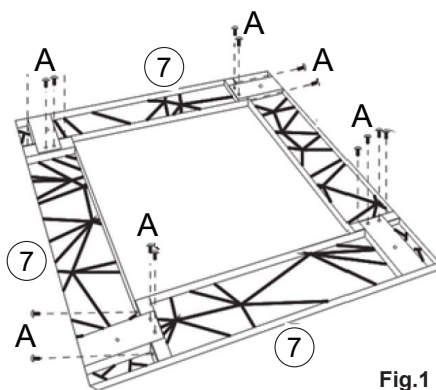

Fig.1
Posizionare le parti su una superficie liscia e uniforme, fissare i quattro telai superiori (7) con i bulloni (A) sul telaio quadrato (vedere Fig. 1).